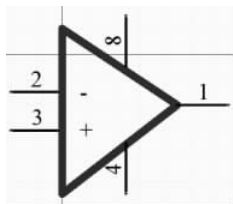

图 3-24 绘制元件的第一个子部件
(3) 先在 Part A 里绘制第一个部件。单击原理图绘制工具栏中的“放置多边形”按钮  多边形，光标变成十字形状，在原理图库编辑器的原点位置绘制一个三角形的运算放大器符号。
(4) 放置管脚。单击原理图符号绘制工具栏中的“放置管脚”按钮 ，光标变成十字形状，并带有一个管脚图标。将该管脚移到运算放大器符号边框处，单击鼠标完成放置。用同样的方法，将其他管脚放置在运算放大器三角形符号上，并设置好每一个管脚的属性，如图 3-24 所示。这样就完成了第一个部件的绘制。